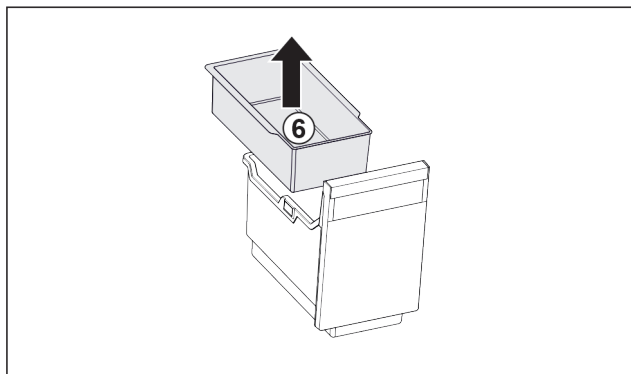

Fig. 85
- ▶ Odoberte závesnú misku Fig. 85 (6).